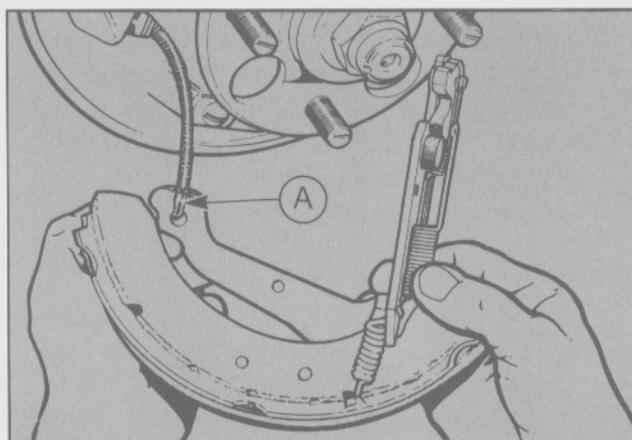

Fig. 53 - Extracción del cable del freno de estacionamiento "A"
- Retirar la taza y el muelle de sujeción de la zapata secundaria. Separar la zapata y la palanca del freno de estacionamiento de tal manera que se pueda desacoplar el cable "A" (Fig. 53).